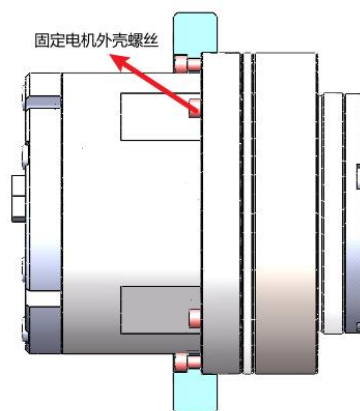

图 18-7 未将输出法兰受力传递到交叉滚子轴承上错误安装方式
5、由于安装方式不对，影响模组受力情况，如图 18-7：由于关节模组装有精密交叉滚子轴承用于直接支撑外部负载，如图错误安装方式没有将输出法兰受力传递到交叉滚子轴承上，而是传递到固定电机外壳的螺栓上。